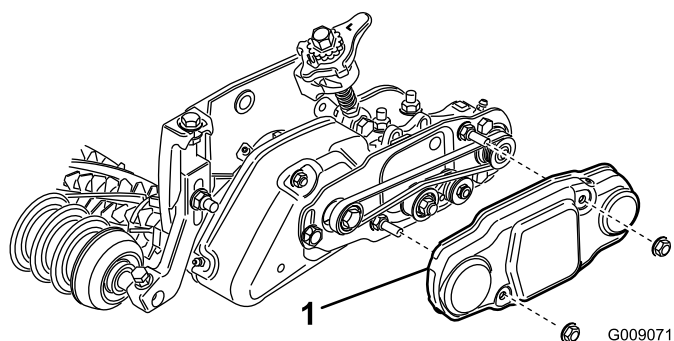

Рисунок 36
48. Наденьте кожух ремня на монтажные болты и затяните две фланцевые гайки (Рисунок 36).